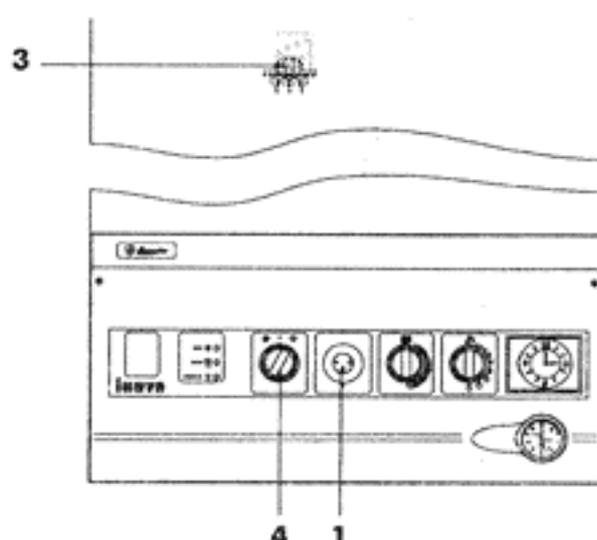

Fig. 2
Ouvrir le robinet du gaz, amener le sélecteur (fig. 2, pos. 4) dans la position été. Tourner le bouton de la soupape du gaz (fig. 2, pos. 1) en position pilote (\*), et l'enfoncer à fond jusqu'à ce que s'allume la flamme du brûleur pilote (fig. 2, pos. 3); ensuite attendre quelques secondes avant de relâcher le bouton (2). Si, quand on relâche le bouton, la flamme s'éteint, répéter l'opération en le maintenant enfoncé plus longtemps. Ensuite, tourner le bouton de la soupape du gaz (1) en position brûleur (B).